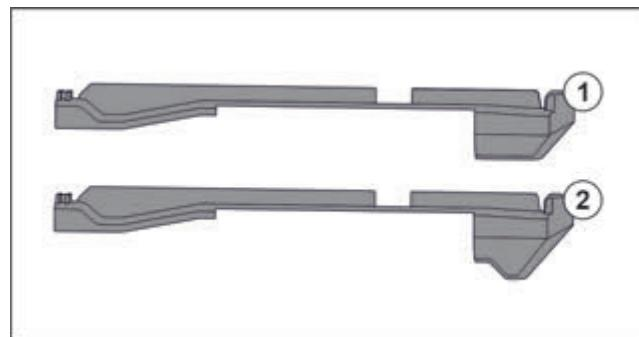

Fig. 46 Порівняння вставних частин
У пристрої є дві різні вставні частини. Вставна частина над самим нижнім висувним ящиком Fig. 46 (2) має трикутний край. Всі інші вставні частини Fig. 46 (1) мають прямий край.
- Розмістити вставну частину Fig. 46 (2) з трикутним краєм над самим нижнім висувним ящиком.
- Розмістити вставну частину Fig. 46 (1) з прямим краєм у всіх інших місцях.